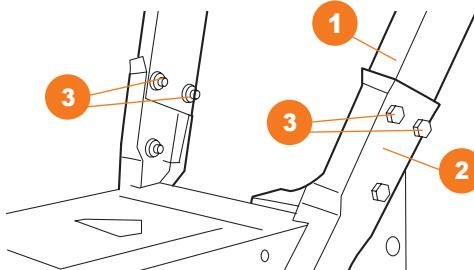

Рис. 5
- Совместите нижнюю часть ① рукоятки панели оператора с корпусом снегоуборщика ② и закрепите болтами и гайками ③ с каждой стороны (Рис. 5).